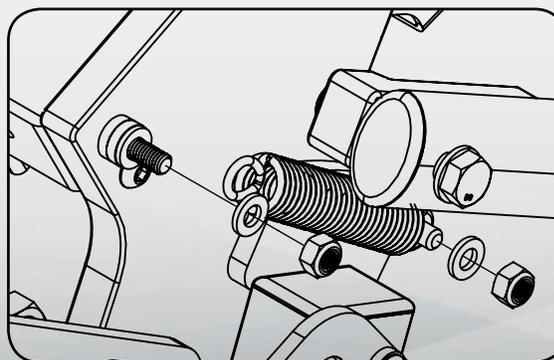

Figure 20
2. Décrochez l'œillet du ressort du boulon et faites glisser l'assiette de ressort vers l'avant pour accéder au boulon derrière l'assiette de ressort du bas, consultez la figure 20. Enlevez l'écrou et la rondelle du bas.